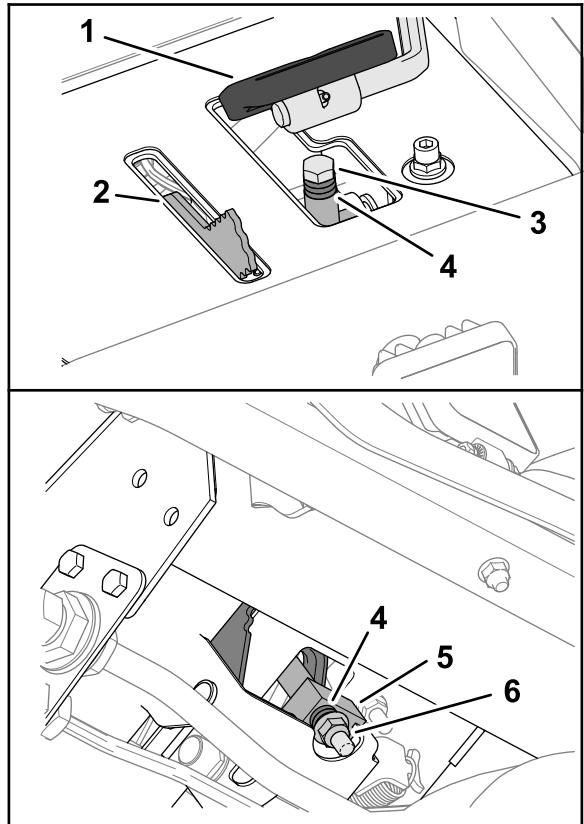

Figura 137
3. Debajo del pedal de tracción, retire el perno de tope y la contratuerca con arandela prensada que sujetan los espaciadores al bloque de tope de siega (Figura 137).